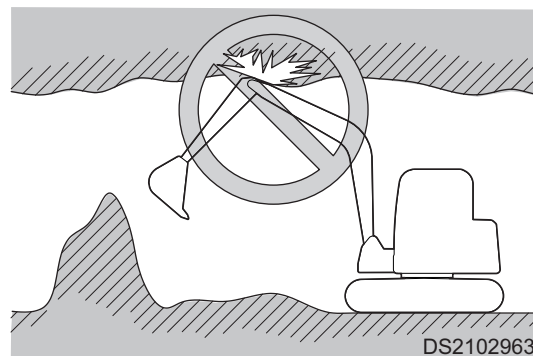

Figura 45
8. Si la excavación se está efectuando en un subterráneo o una construcción, asegúrese de que exista la suficiente separación entre el accesorio frontal de la máquina y el techo, y una ventilación adecuada. Consulte Figura 45.